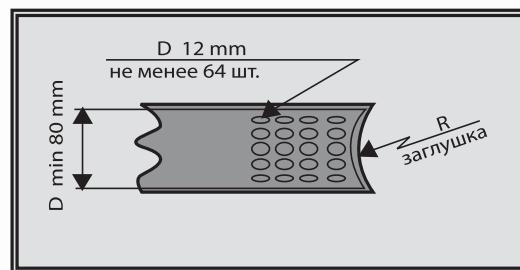

Рис. 16
- 2.** Условия исполнения элементов конструкции для трубы типа "FF" (Рис.16):